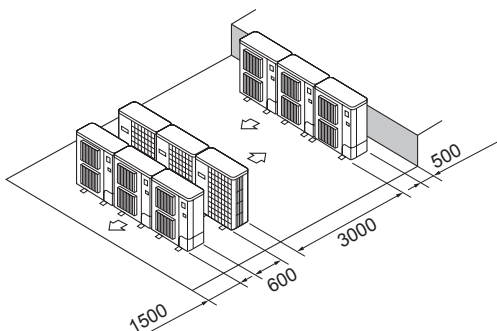

Fig. 2-17
- ⑥ Успоредна подредба на няколко тела (Fig. 2-17)